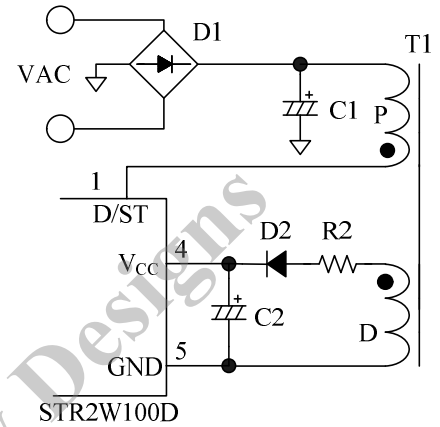

图 8-1  $V_{CC}$  引脚周围电路
$V_{CC}$  引脚附近的电路如图 8-1 所示。
控制电路工作后，施加到  $V_{CC}$  引脚的电压为由图 8-1 的辅助绕组 D 整流平滑后的电压（辅助绕组电压  $V_D$ ）。调整辅助绕组 D 的圈数，使其在电源规格的输入输出变化范围内， $V_{CC}$  引脚电压在以下公式 (2) 的范围内。